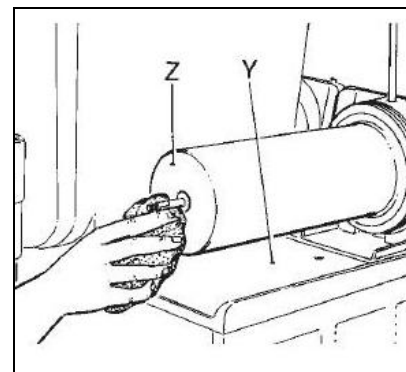

Fig. 6
- **L**aver soigneusement l'évaporateur Z et le bac de récupération des condensats Y, en éliminant tout résidu de produit avec une éponge propre imbibée de désinfectant (voir fig.6).